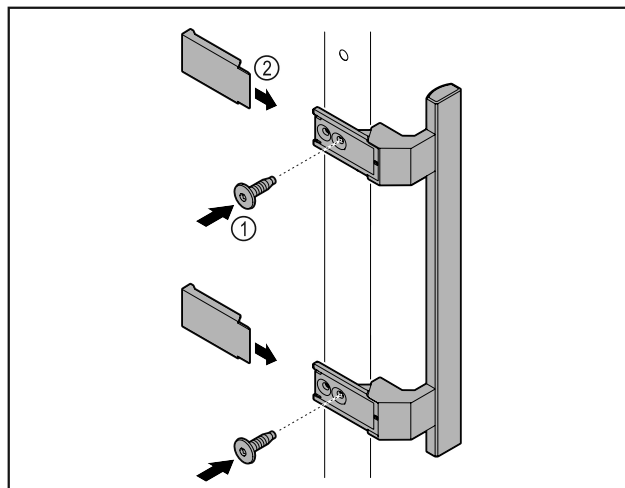

Fig. 2
- Montare sulla porta la maniglia contenuta nella confezione con le viti annesse Fig. 2 (1).
- Applicare la copertura Fig. 2 (2).